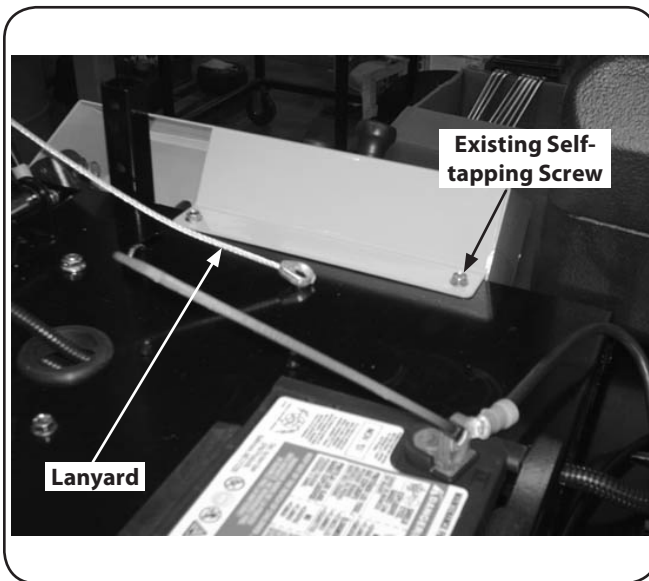

Figure 1-4
4. Installez le câble de retenue en utilisant la vis autotaraudeuse existante. Voir la Figure 1-4.